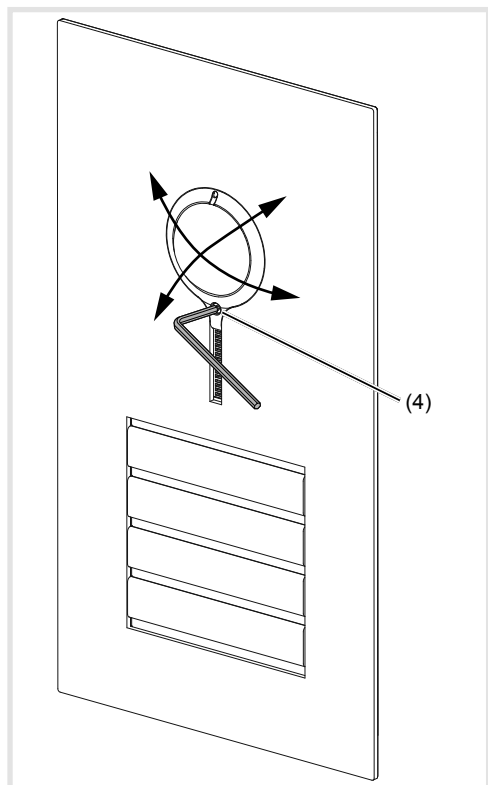

Figura 13: orientamento della telecamera
- Svitare la vite di fissaggio per la telecamera con la chiave a brugola fornita in dotazione da 1,5 mm (figura 13).